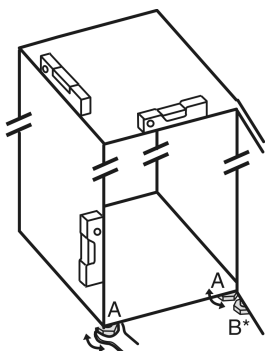

Fig. 19
- ▶ Stellfüße Fig. 19 (A) mit beiliegendem Gabelschlüssel und mit Hilfe einer Wasserwaage herausdrehen, bis das Gerät fest und ebenstehend ausgerichtet ist.
- ▶ Stellfuß Fig. 19 (B) am Lagerbock mit beiliegendem Gabelschlüssel herausdrehen, bis er auf dem Boden aufliegt.
- ▶ Stellfuß Fig. 19 (B) um 90° weiter drehen.